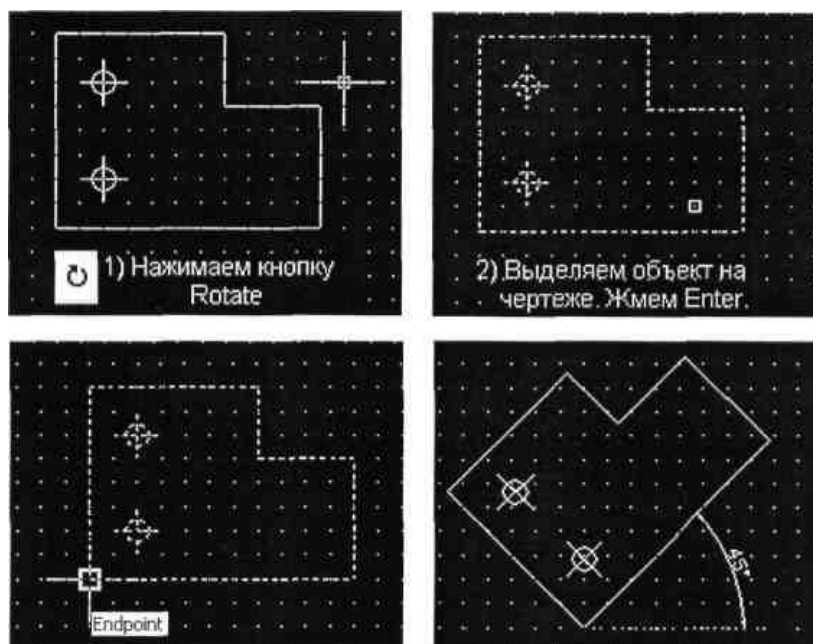

Рисунок 6.1 - Работа с командой Повернуть
2. Выполните последовательность операций (рисунок 6.1).